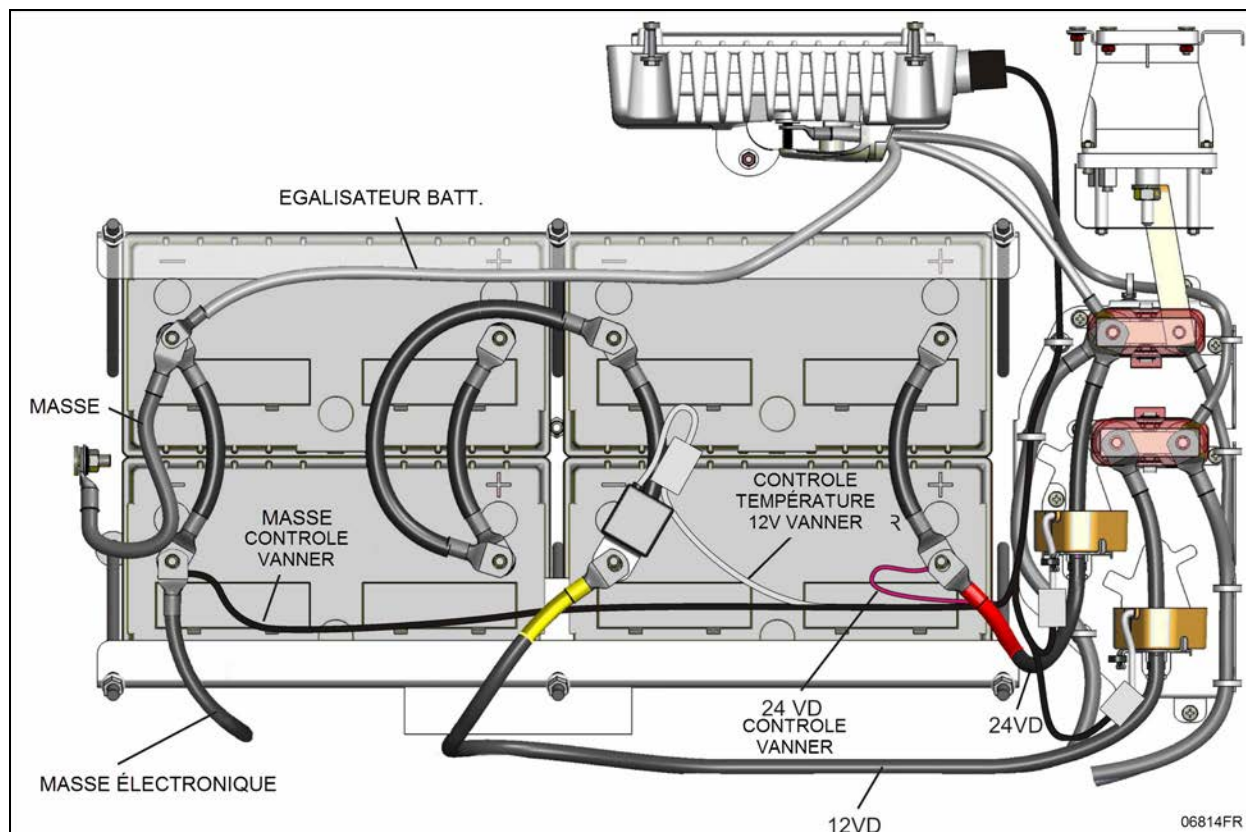

FIGURE 28 : RACCORDEMENTS DE BATTERIE AGM POUR LA SÉRIE X3
Si votre véhicule est équipé d'un système de gestion de l'énergie PRIME, il est muni de quatre (4) batteries AGM (à fibre de verre imprégnée d'électrolyte) de 12 V montées en série-parallèle (FIGURE 28).